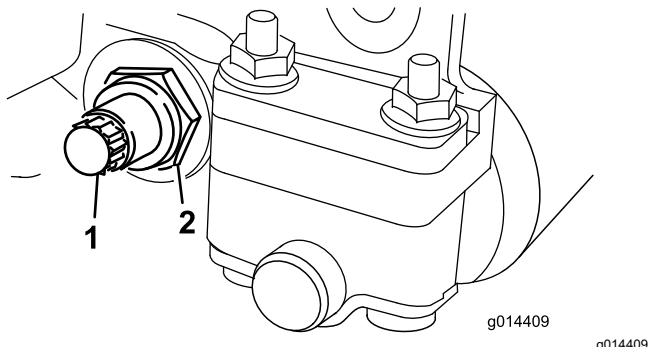

Figure 14
3. De chaque côté de la machine, desserrez le contre-écrou de fixation du boulon de la barre d'appui (Figure 14).
4. Retirez les boulons de la barre d'appui afin de pouvoir abaisser la barre et la déposer de l'unité de coupe (Figure 14).